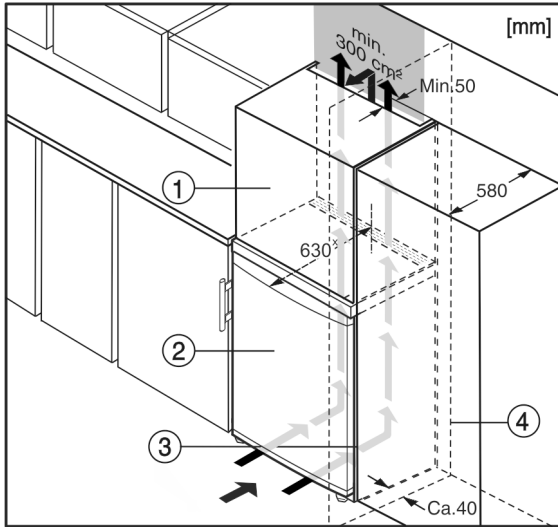

Fig. 10
- (1) Szafka nakładana*
- (2) Urządzenie*
- (3) Szafka kuchenna*
- (4) Ściana*
Urządzenie może zostać obudowane szafkami kuchennymi. Aby dopasować urządzenie Fig. 10 (2) do wysokości ciągu szafek kuchennych, można nad urządzeniem umieścić szafkę nasadzaną Fig. 10 (1).
W przypadku obudowania szafkami kuchennymi (głębokość maks. 580 mm) urządzenie można ustawić bezpośrednio obok szafki kuchennej Fig. 10 (3). Urządzenie wystaje z boku o 34 mm * i na środku urządzenia o 50 mm * w stosunku do frontu szafek kuchennych.*
Jeżeli urządzenie będzie ustawiane z zawiasami do ściany Fig. 10 (4), to pomiędzy urządzeniem i ścianą należy zachować minimalny odstęp, wynoszący 40 mm. Na taką odległość wystaje klamka przy otwartych drzwiach.*